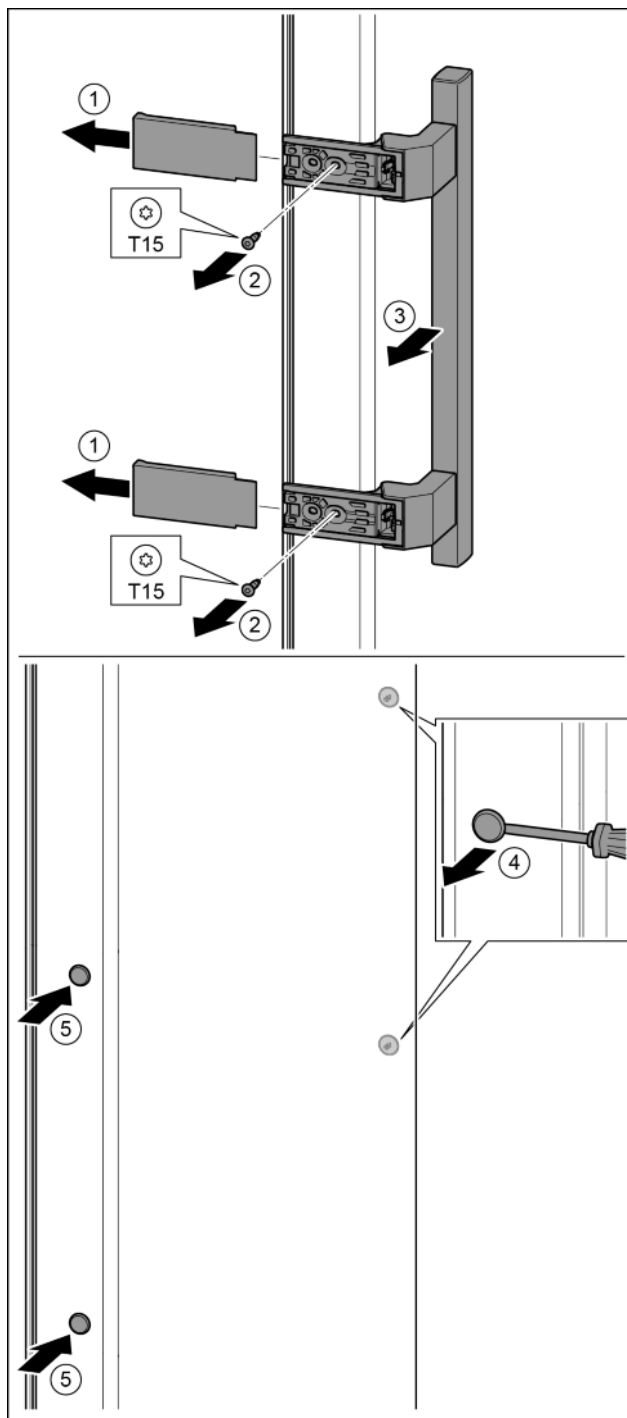

Fig. 18
- ▶ Свалете капака. Fig. 18 (1)
- ▶ С отвертка T15 отвийте винтовете. Fig. 18 (2)
- ▶ Свалете дръжката. Fig. 18 (3)
- ▶ С плоска отвертка внимателно повдигнете страничната тапа и я извадете. Fig. 18 (4)
- ▶ Отново поставете тапата от другата страна. Fig. 18 (5)